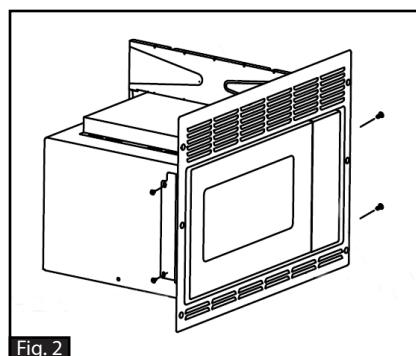

Fig. 2
3. Fixer le kit de garniture au four à micro-ondes à l'aide de 4 vis M4 x 10 mm (Fig. 2).